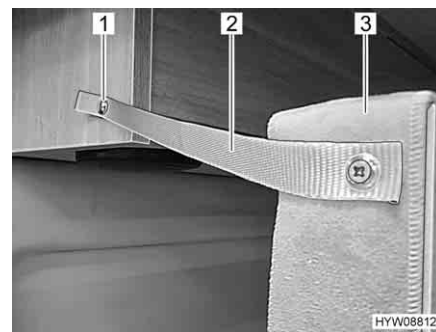

Fig. 39 Dispositivo di sicurezza posteriore
- Fissare il letto (Fig. 39,3) all'armadietto a tetto con la reggetta di sicurezza (Fig. 39,2) e il bottone a pressione (Fig. 39,1).
- Rilasciare il bottone a pressione (Fig. 39,1) sull'armadietto a tetto.